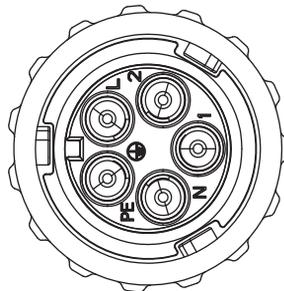

Abb. 5.9 Lochmuster des AC-Anschlusses
Schritt 4: Lösen Sie mit dem Sechskantschraubendreher nacheinander die Schrauben der Buchse, führen Sie jede Kabelader in die entsprechende Buchse ein und ziehen Sie jede Schraube fest. Das Anschlussloch der AC-Anschlussklemmenbeschriftung ist in Abbildung 5.9 dargestellt.